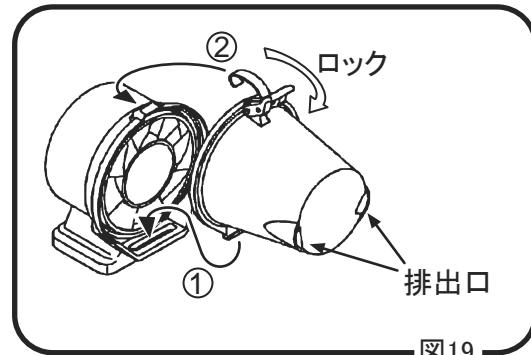

図19
- 洗浄後はとりはずしたときの逆手順で、①、②の各フックをガイド穴へ確実に差し込んでからロックしてください。(図19)